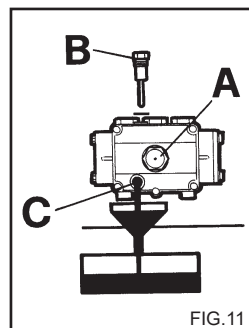

FIG.11
Controllare periodicamente il livello dell'olio della pompa alta pressione tramite la spia (Fig. 11 A) o l'asta di controllo livello (Fig. 11B).
2) Svitare il tappo con l'asta di controllo livello (fig. 11).